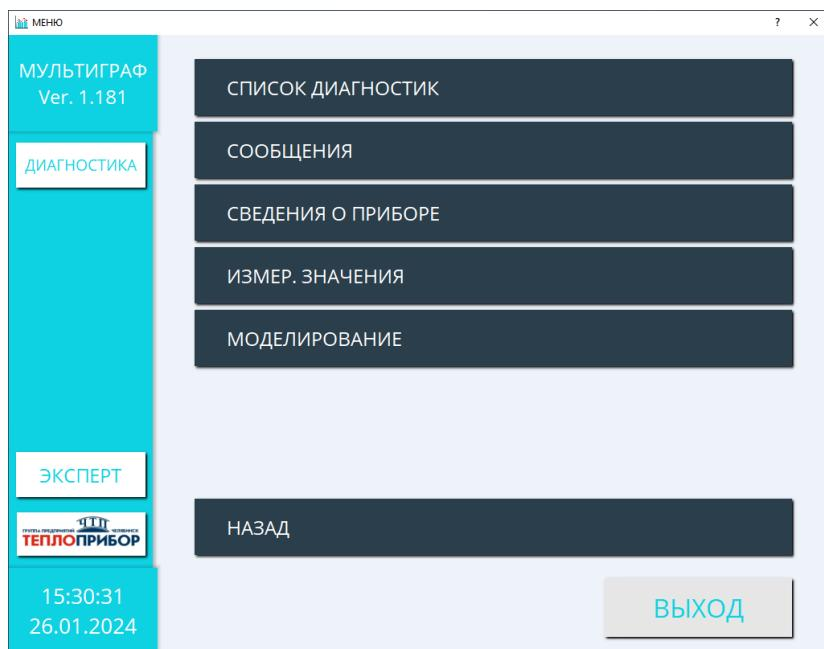

Рисунок 2.60 – Диагностика
2.4.4.3 Подраздел «ДИАГНОСТИКА» необходим для просмотра диагностической и служебной информации, для возможности просмотра всех видов диагностики (рис. 2.60).